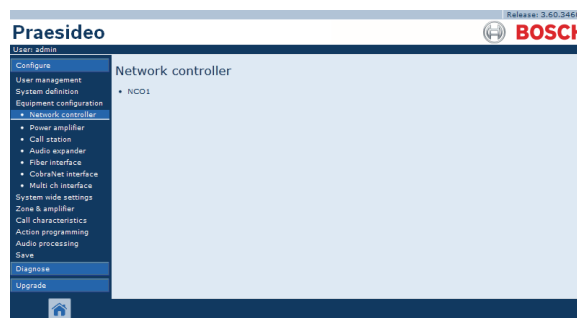

Abb. 43.2: Netzwerkcontroller konfigurieren, Schritt 1
- 1 Rufen Sie *Configure > Equipment configuration > Network controller* auf. Im Mainframe der webbasierten Benutzeroberfläche erscheint ein Bildschirm, der dem in Abb. 43.2 ähnelt.